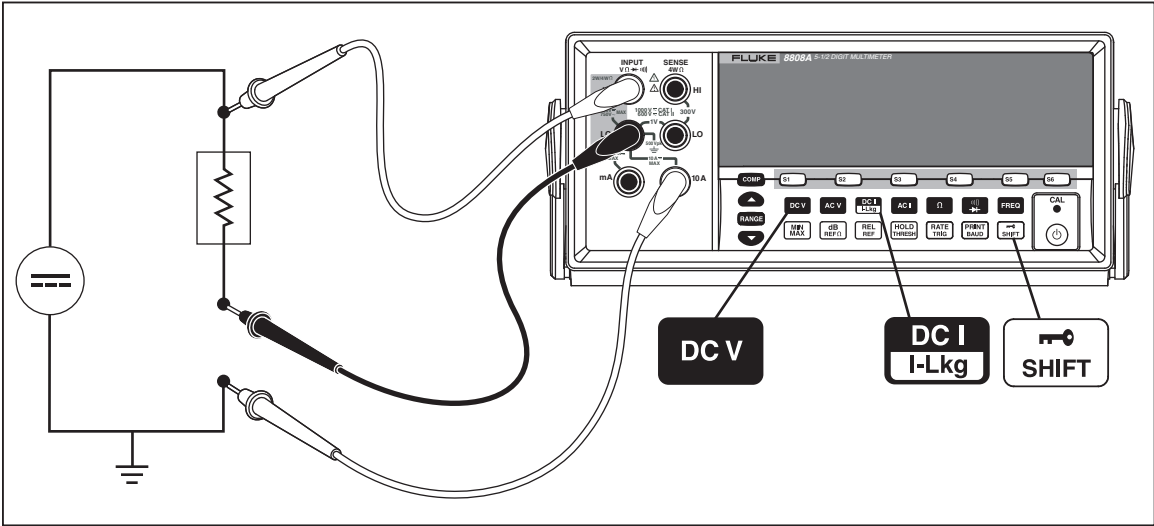

Figure A-2. Mesure de la tension c.c. et du courant c.c. sur un signal d'entrée
La majorité des applications de l'affichage double inscrites dans le Tableau A-2 peut être effectuée à l'aide d'un seul jeu de cordons de mesure branchés aux bornes **INPUT** **VΩ→⚡⏚ HI** et **LO**. Cependant, la mesure de la tension et le courant d'un signal d'entrée nécessite trois cordons de mesure. Assurez-vous que les mesures de tension et de courant partagent le même commun tel qu'illustré à la Figure A-2. Ensuite, respectez simplement les précautions que vous observeriez si vous preniez des mesures normales de courant sans une pince de courant.
4. Branchez les cordons de mesure au circuit à mesurer tel qu'illustré à la Figure A-2 et lisez les mesures sur l'affichage. Bien que le courant sera affiché en négatif, il est réellement positif lorsqu'on l'interprète selon la convention de flux de courant.